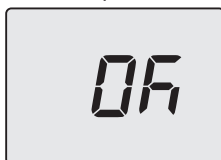

Figura 5.61
- Premendo il tasto 50 (Figura 5.55) si ottiene la conferma del valore inserito. Il display visualizzerà per 5 sec. quanto segue (Figura 5.61) poi, si porterà al livello superiore.